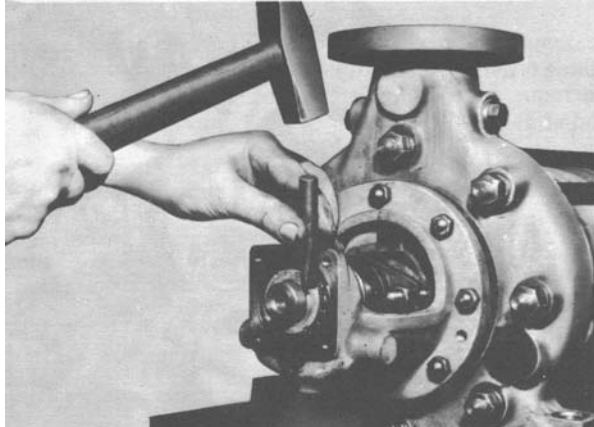

Figura 26 – Desrosqueamento da porca de mancal
- Com auxílio do pino ou chave gancho e de um martelo desrosquear a porca de mancal (923). Vide Figura 26.